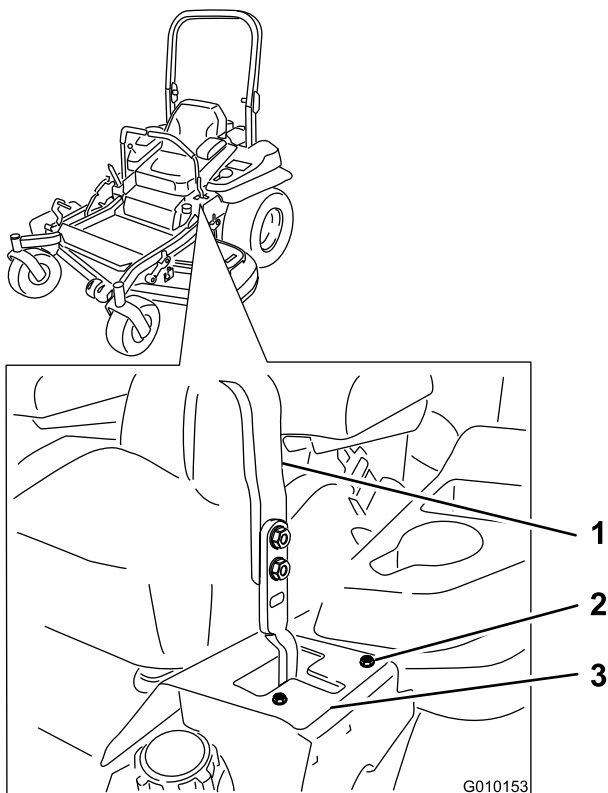

**Figure 73**
**Remarque:** Il faut parfois pousser en avant ou tirer en arrière la partie supérieure de l'arceau de sécurité pour engager complètement les deux boutons (Figure 72 et Figure 73).